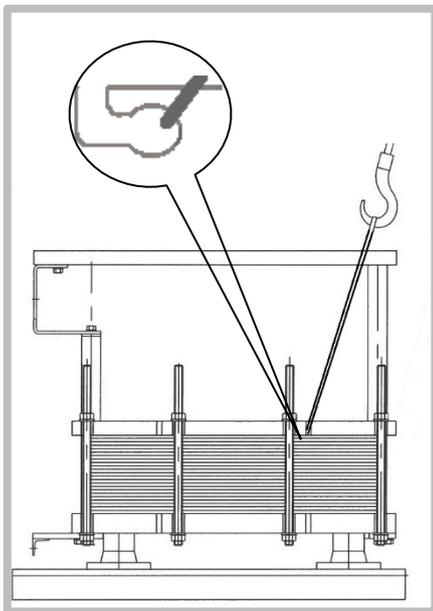

Abbildung 25
2. Befestigen Sie geeignetes Anschlagmittel an den vorgesehenen Einhängösen der Gestellplatten (Abbildung 25). Kettengehänge dürfen nicht verwendet werden. Der PWÜ kann beschädigt werden und abrutschen.